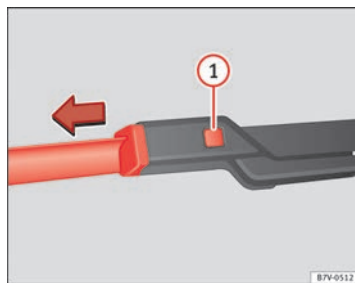

Fig. 160 Sostituzione delle spazzole dei tergicristalli.
- Tenere premuto il tasto di sblocco ⇒ fig. 160 ① tirando delicatamente la spazzola nella direzione indicata dalla freccia.